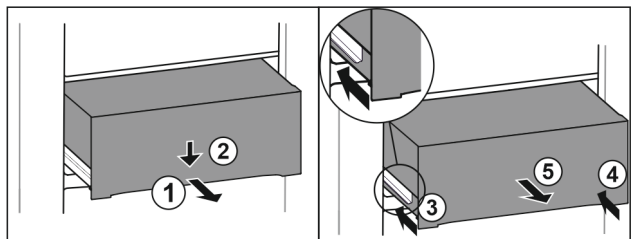

Fig. 217
- Tërhiqni jashtë sirtarin deri në gjysmë. *Fig. 217 (1)*
- Shtyni për poshtë sirtarin në pjesën përpara. *Fig. 217 (2)*
- Shtyni brenda shinën e majtë rreth 2 cm. *Fig. 217 (3)*
- Shtyni brenda shinën e djathtë rreth 2 cm. *Fig. 217 (4)*
- Hiqeni sirtarin nga përpara. *Fig. 217 (5)*